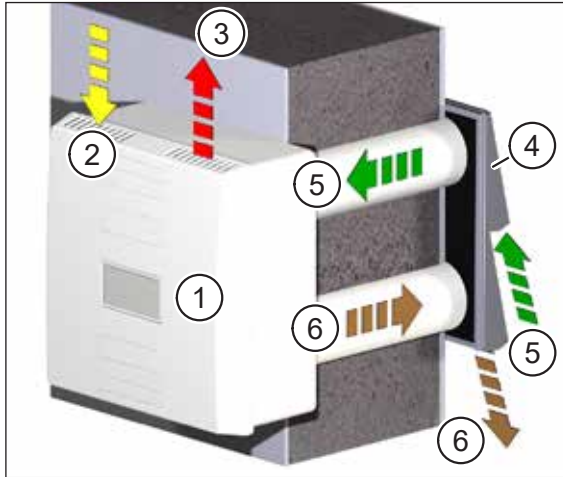
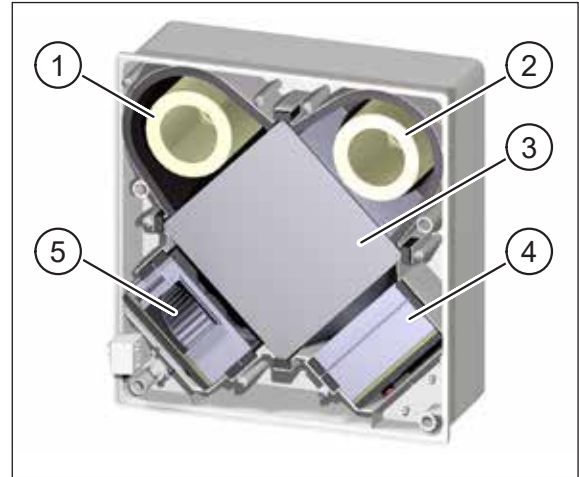

Fig. 7 : Principe de fonctionnement de l'appareil d'aération
Fig. 8 : Composants relatifs au renouvellement de l'air
| Pos. dans Fig. 7 | Désignation               |
| Pos. dans Fig. 8 | Désignation                                    |
Les ventilateurs sont agencés côté air fourni et air rejeté. Le ventilateur d'air fourni (pos. 5 dans Fig. 8) achemine l'air neuf (pos. 5 dans Fig. 7) par le biais du filtre d'air neuf (pos. 2 dans Fig. 8) et de l'échangeur thermique à plaques à courant croisé (pos. 3 dans Fig. 8) à l'intérieur, en tant qu'air fourni (pos. 3 dans Fig. 7). Le ventilateur d'air rejeté (pos. 4 dans Fig. 8) aspire l'air repris (pos. 2 dans Fig. 7) de l'intérieur des pièces. L'air repris est épuré dans le filtre d'air repris (pos. 1 dans Fig. 8), guidé à travers l'échangeur thermique à plaques à courant croisé et évacué en tant qu'air rejeté (pos. 6 dans Fig. 7) vers l'extérieur.